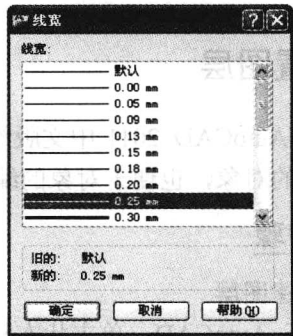

图 1-4 “线宽”对话框
6. 在显示边界线线宽的区域单击，弹出如图 1-4 所示的“线宽”对话框。按照技术制图国家标准的规定，粗实线的线宽取 0.75mm，其他对象的线宽取 0.25mm。在“线宽”对话框中选择 0.25mm，单击“确定”按钮。